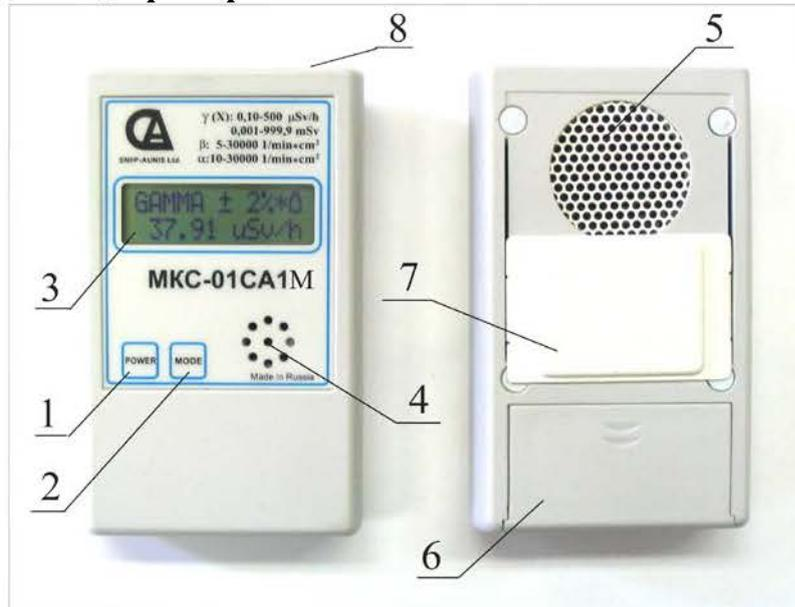

Рис. 1. Общий вид прибора МКС-01СА1М
- снять крышку отсека питания (Поз.6 на Рис. 1);
- закрыть рабочую поверхность детектора, сдвинув передвижной экран (Поз.7 на Рис. 1) в верхнее положение;
- при работе с внешним источником питания подключить к разъёму прибора (Поз.8 на Рис.1) выходной штекер сетевого адаптера со стабилизированным выходным напряжением 3 В.
- закрыть входное окно детектора, сдвинув экран (см. Рис.1) в верхнее положение;
Закрывать входное окно детектора, сдвинув экран (см. Рис.1) в верхнее положение. Включить питание прибора (однократно нажать и отпустить кнопку «**POWER**»). Прибор измеряет интегральную дозу гамма- излучения с момента включения прибора только в режимах «**GAMMA**» или «**DOSE**». Дисплей прибора в режиме «**DOSE**» показывает значение накопленной дозы в виде четырех значащих цифр с плавающей запятой с указанием единицы измерения «миллизиверт»: «**X.XXX mSv**».